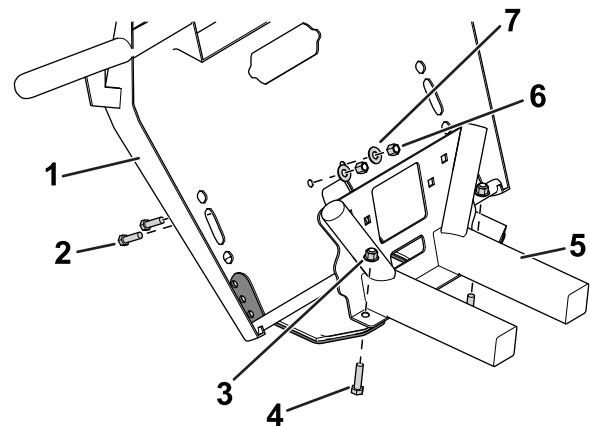

Figure 1
5. Avec 2 boulons (M10), 2 écrous à embase (M10), 2 boulons à tête hexagonale ($\frac{3}{8}$ po), 2 rondelles et 2 écrous ($\frac{3}{8}$ po), fixez légèrement le blindage au pare-chocs (**Figure 1**).